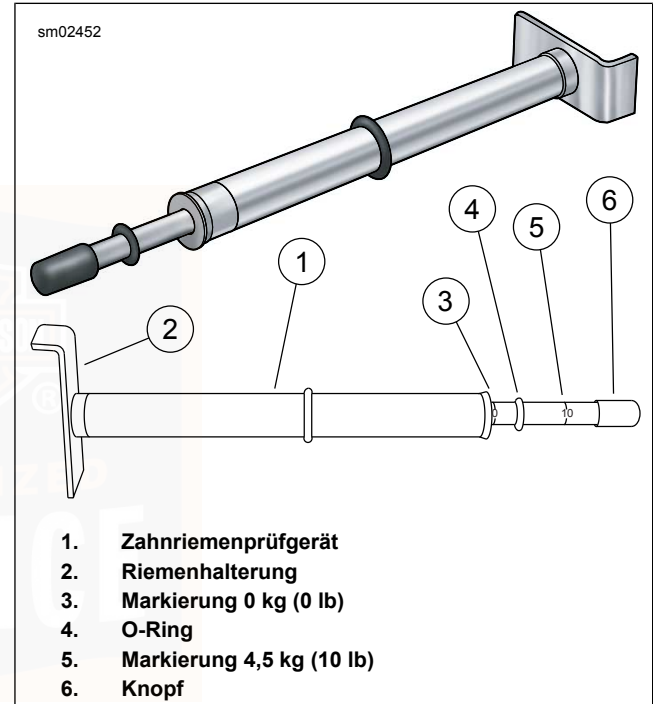
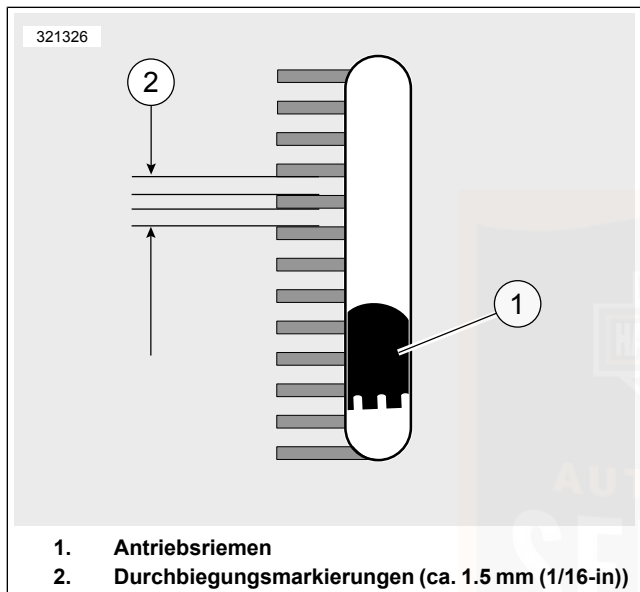

Abbildung 65. Zahnriemenprüfgerät
Abbildung 66. Sichtfenster der Riemendurchbiegung
3. Siehe Abbildung 65. Messung der Riemendurchbiegung mit ZAHNRIEMENPRÜFGERÄT (TEILE-NR.: HD-35381-A):
- a. Den O-Ring (4) zur Null-Markierung (3) schieben.
- b. **Modelle mit Rahmendurchbiegungs-Sichtfenster:** Die Riemenhalterung (2) in einer Linie mit dem Riemendurchbiegungs-Sichtfenster an den unteren Teil des Antriebsriemens anlegen.
- c. **Alle anderen Modelle:** Die Riemenhalterung (2) gegen die Unterseite des Antriebsriemens auf halbem Wege zwischen den Antriebsriemensscheiben anordnen.
- d. Den Knopf (6) nach oben drücken, bis der O-Ring nach unten auf die Markierung 4,54 kg (10 lb) (5) rutscht; dort festhalten.
- a. **Modelle mit Riemendurchbiegungs-Sichtfenster:** Siehe Abbildung 66. Die Riemendurchbiegung durch das Riemendurchbiegungs-Sichtfenster messen und dabei das Prüfgerät ruhig halten. Jede Durchbiegungseinteilung entspricht ungefähr 1,6 mm (1/16 in).